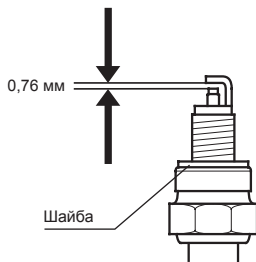

Рис. 14
- Проверьте величину зазора между заземляющим и центральным электродами, используя специальный щуп. При необходимости установите зазор 0,76 мм (рис. 14).